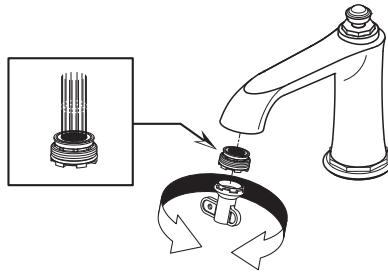

fig. 7
- Dévisser l'aérateur à l'aide de la clé d'aérateur et rincer (fig.7).
- Dévisser l'aérateur à l'aide de la clé d'aérateur et rincer (fig.7)
- Unscrew the aerator using the aerator key and rinse (fig. 7).